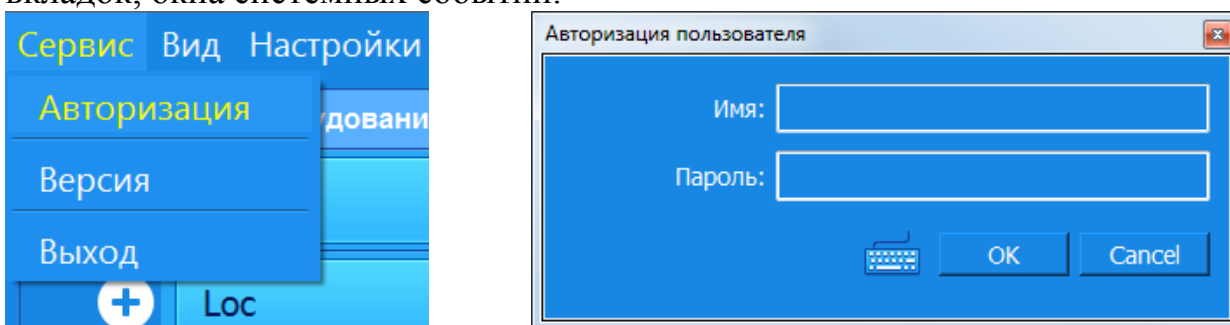

Рисунок 1.2 – Вид меню «Авторизация»
1.1.3. Основное верхнее меню состоит из двух пунктов «Сервис», «Вид». В меню «Сервис» находится подпункт меню «Авторизация». Выбрав данный подпункт меню, оператор может ввести свое имя и пароль, тем самым зарегистрироваться в системе (рисунок 1.2).